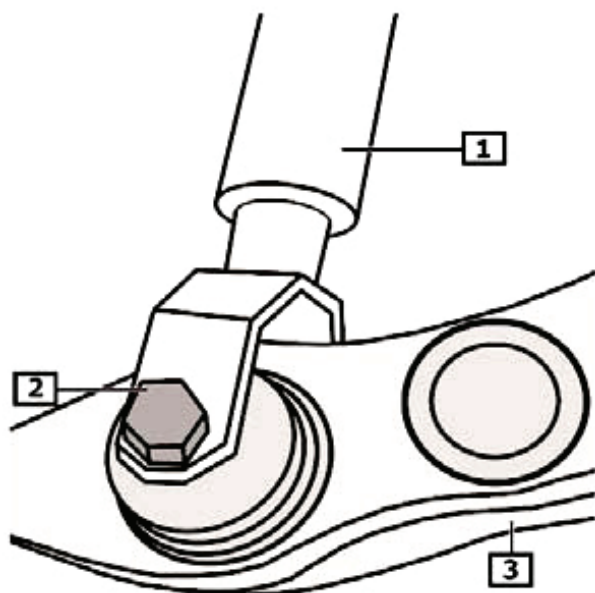

Fig. 1:
- Im Motorraum obere Befestigungsmuttern vom Federbeinlager (3) abschrauben.
- **Fig. 1** Untere Federbeinbefestigung (2) entfernen.
- Querlenker (3) nach unten drücken und
- Federbein (1) entnehmen.
- In the engine compartment, unscrew upper attachment nuts from suspension strut bearing (3).
- **Fig. 1** Remove lower suspension strut attachment (2).
- Press track control arm (3) down, and
- Remove suspension strut (1).
- Dans le compartiment moteur, dévisser les écrous de fixation du palier de jambe de force (3).
- **Fig. 1** Desserrer la fixation inférieure de la jambe de force (2).
- Enfoncer le bras transversal (3) vers le bas et
- **Fig. 1** Retirar la sujeción inferior (2) del amortiguador.